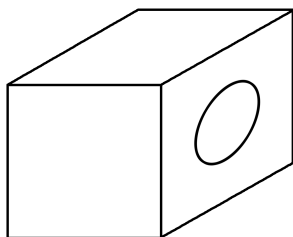

图 1.12 等轴测图
③“极轴间距”:设置极轴距离。
④“栅格间距”,可以设置栅格的间距(相邻栅格点的水平和垂直距离)。
⑤“捕捉类型”:“栅格捕捉”可以选择“矩形捕捉”或“等轴测捕捉”。“矩形捕捉”用来绘制正投影图,“等轴测捕捉”用来绘制等轴测图,如绘制如图 1.12 所示的等轴测图中的圆,就需要选择“等轴测捕捉”来完成。“PolarSnap”在极轴追踪打开的情况下指定点,光标将沿